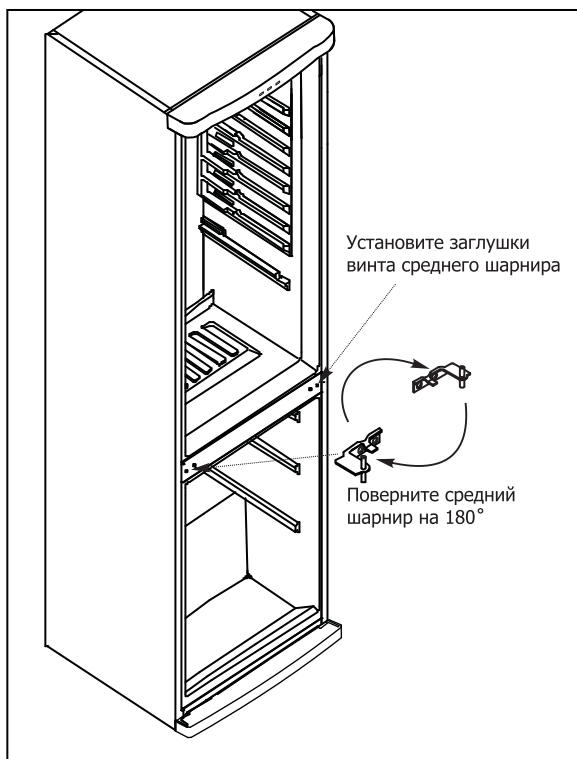

Рисунок 8.
**6** - Поверните средний шарнир на  $180^\circ$ . Установите двери морозильной и холодильной камер вместе со средним шарниром. (Повторяйте действия, описанные в пункте 2 в обратном порядке). Зафиксируйте средний шарнир, плотно закрутив винты (Рис. 8). Установите нижнюю защитную панель (предварительно аккуратно вырезав отверстие на левой стороне панели по выштамповке) и две заглушки винта среднего шарнира.